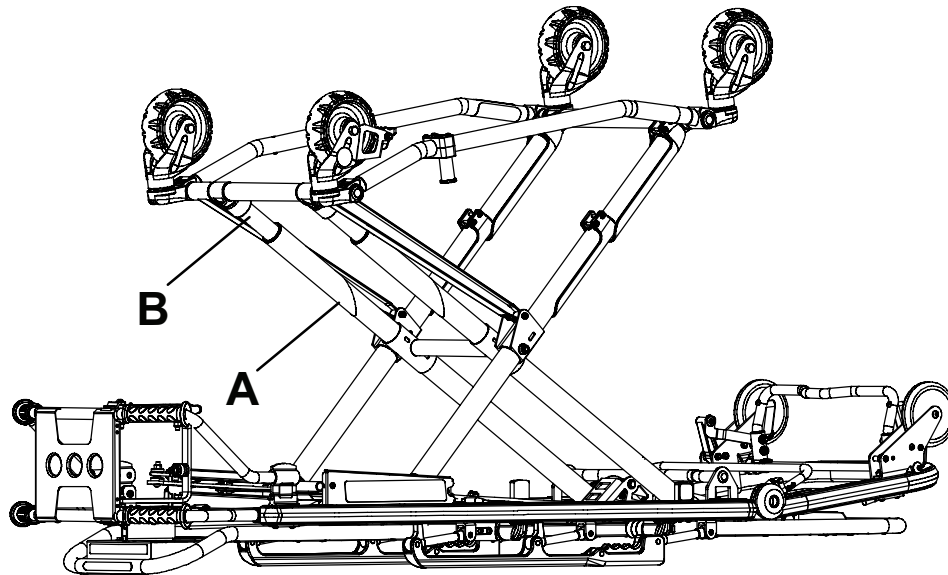

Figure 25 – Emplacements de lubrification de la base
3. À l'aide du tube applicateur en plastique, pulvériser du **Tri-Flow™** avec lubrifiant **Teflon®** (6082-199-012) dans l'espace entre les tubes de levage supérieur (A) et inférieur (B) sur les deux pieds du côté pieds (Figure 25).